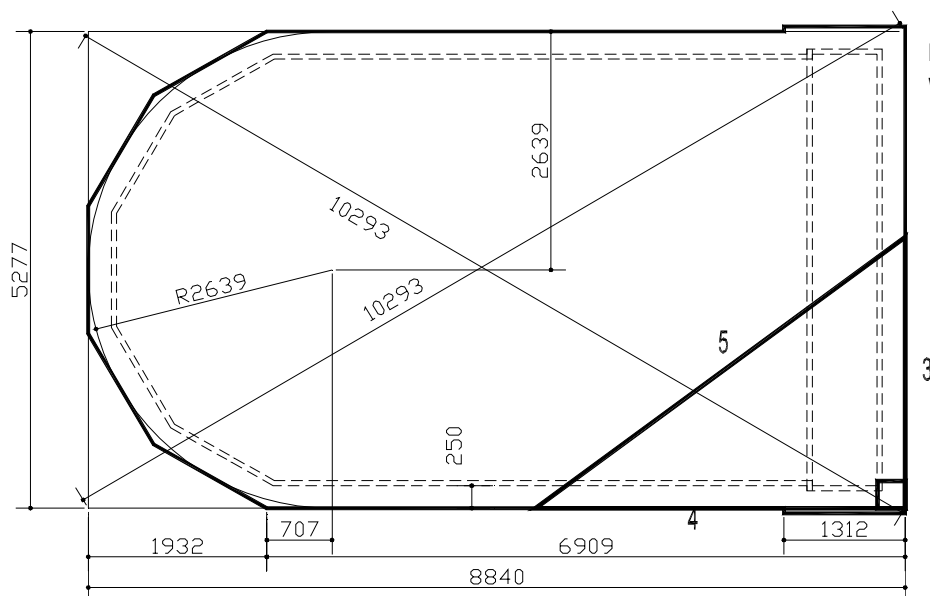

Figure 1 :
- Décaper votre terrain selon la forme de votre bassin (figure 1).